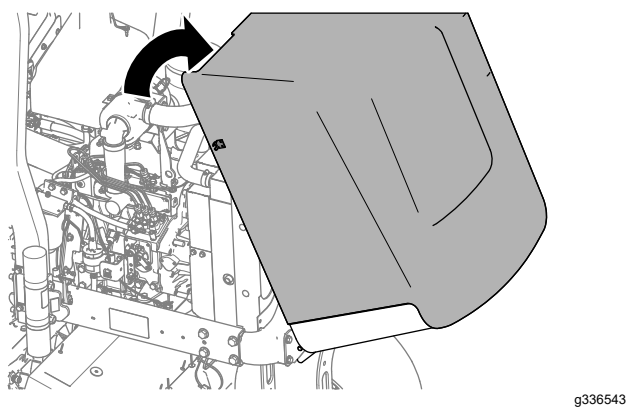

Рисунок 56
2. Поднимите капот вверх и откиньте назад (Рисунок 56).